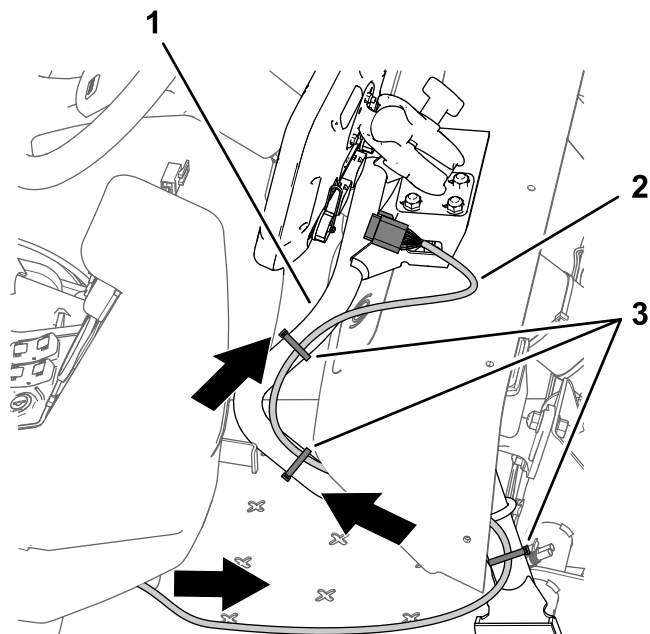

图 204
- 沿仪表板下方朝前布置 220cm 数据线束支管带 26 插槽接头的线束支管 图 204。
- 沿监控器支撑管布置 220cm 数据线束支管 图 204。
- 如 图 204 所示确保 220cm 数据线束支管足够松弛以便允许打药机操作员调整监控器的位置并用扎带将线束固定至监控器支撑管。